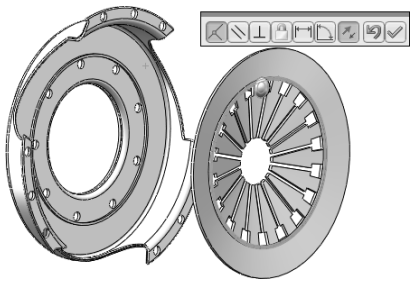

图 6-54 添加铆钉与支撑环的重合配合约束
STEP 9 继续添加铆钉帽缘平面与支撑环平面的重合配合约束，令铆钉与膜片弹簧在横向位置上固定，如图 6-54 所示。